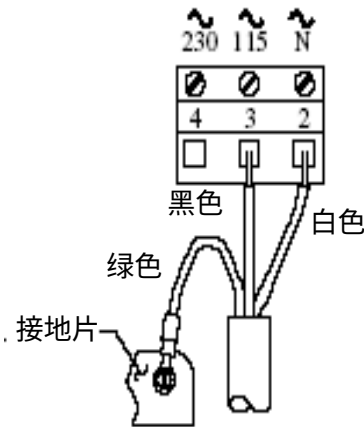

图 2-12
- 序列号前缀带“B”分析仪的机箱底部接地条（5 个开孔，图 2-12、2-14 或 2-16）。